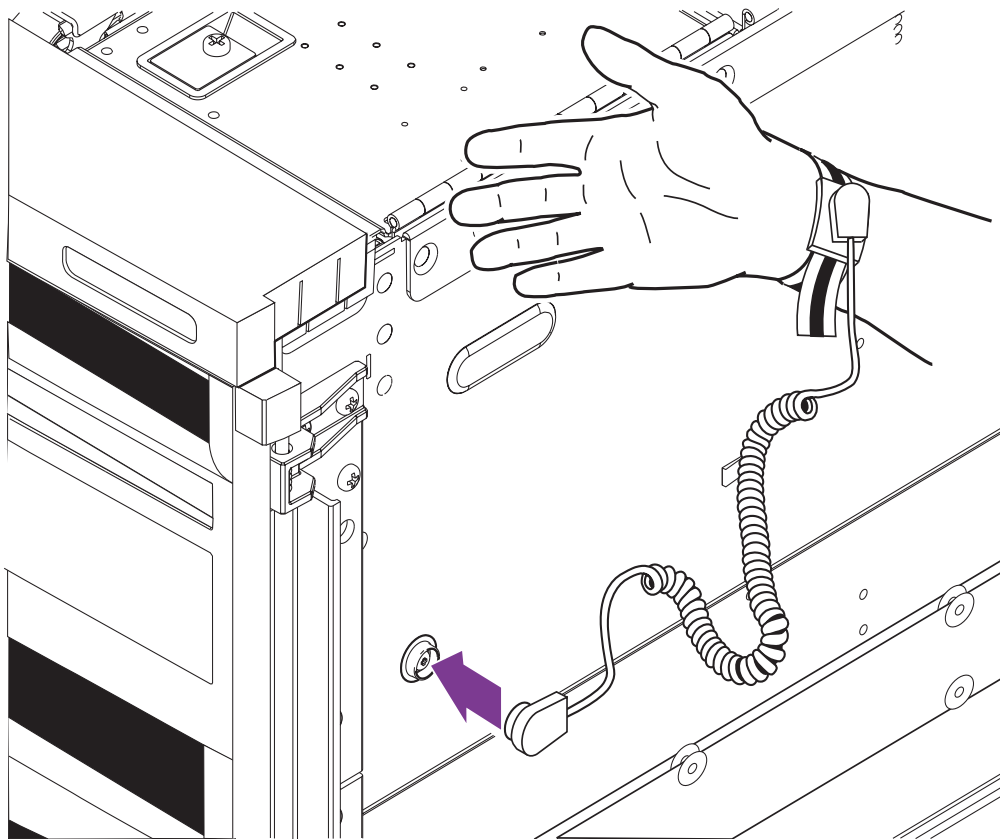

FIGURA 2 Colocación de la muñequera: Lateral derecho
- Para conectar la muñequera antiestática con el chasis, coloque la muñequera como se indica en la FIGURA 2 o en la FIGURA 3.